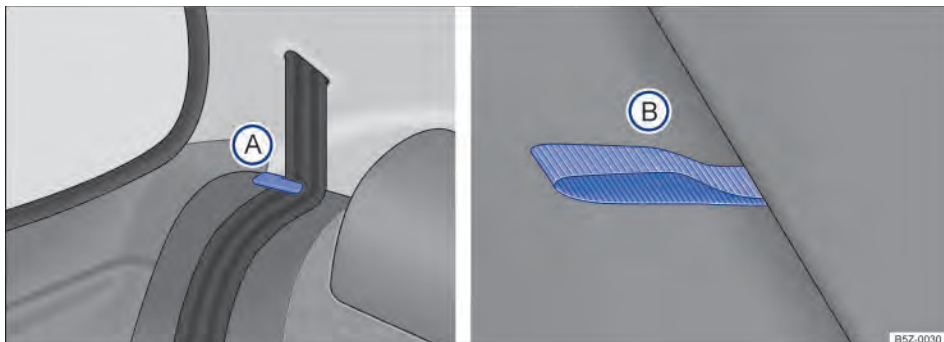

Fig. 77 Banco traseiro: posicionador para os caderços dos cintos (A); alça para desbloqueio do encosto (B).
- Posicionar os caderços dos cintos de segurança nos seus respectivos posicionadores ⇒ Fig. 77 (A).
- Puxar a alça vermelha ⇒ Fig. 77 (B) para destravar a fixação do encosto do banco e, ao mesmo tempo, puxar o encosto sobre o assento, até travá-lo.
- Retirar os cadarços do cinto de segurança dos posicionadores ⇒ Fig. 77 (A). Para veículos com cintos de três pontos fixos, recolocar as linguetas nos respectivos fechos.